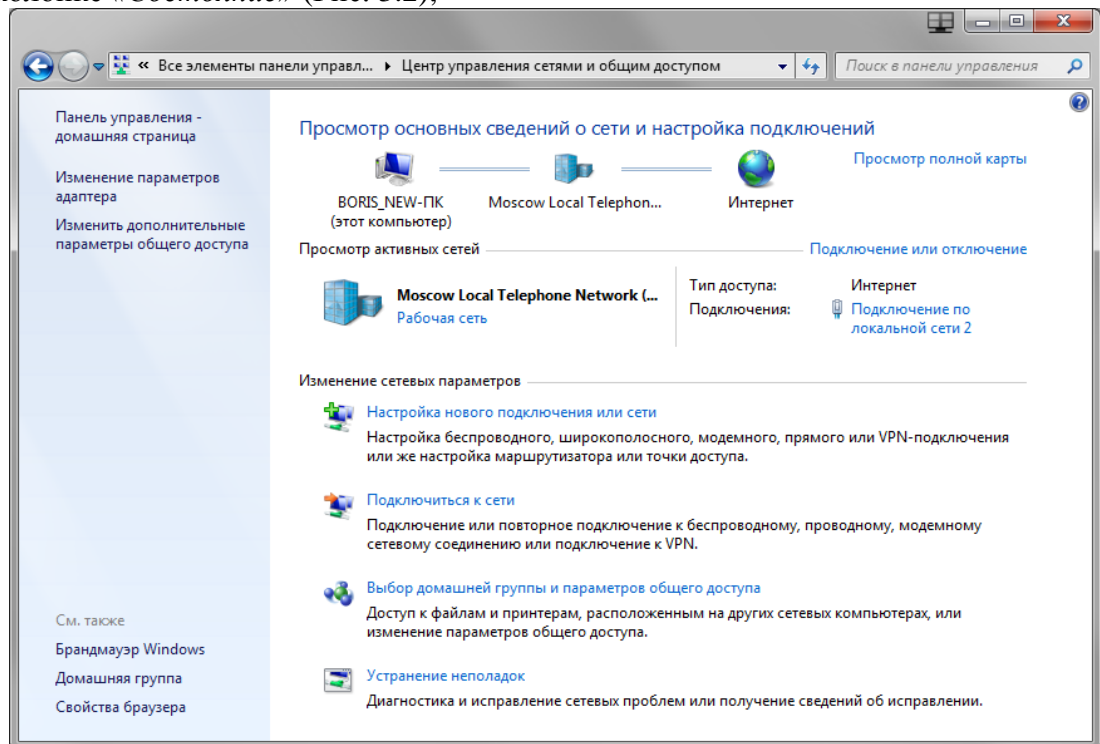
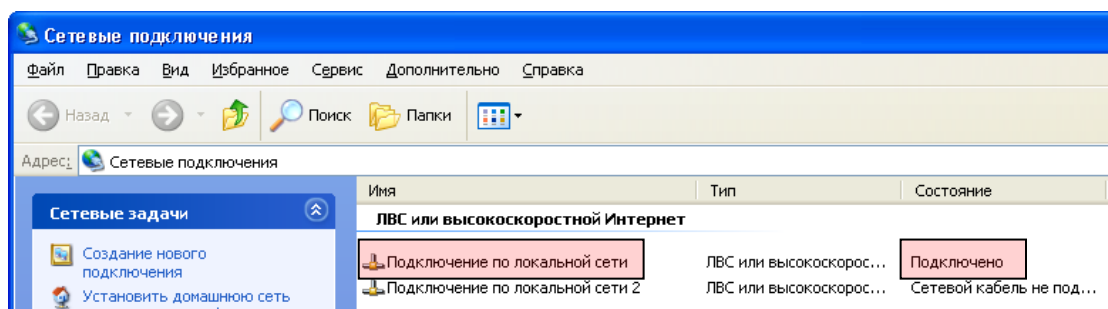

Рис. 3.1 - Центр управления сетями и общим доступом
Рис. 3.2 - Окно «Сетевые подключения»
2. В открывшемся окне (Рис. 3.1) выберите в меню справа «Изменение параметров адаптера». Проверьте состояние используемого подключения по локальной сети в колонке «Состояние» (Рис. 3.2);
5. Проверьте состояние используемого подключения по локальной сети в колонке «Состояние» (Рис. 3.2); Если состояние подключения по локальной сети в режиме «Отключено», щелкните правой кнопкой мыши по строке «Подключения по локальной сети» и в открывшемся меню выберите строку «Включить»;